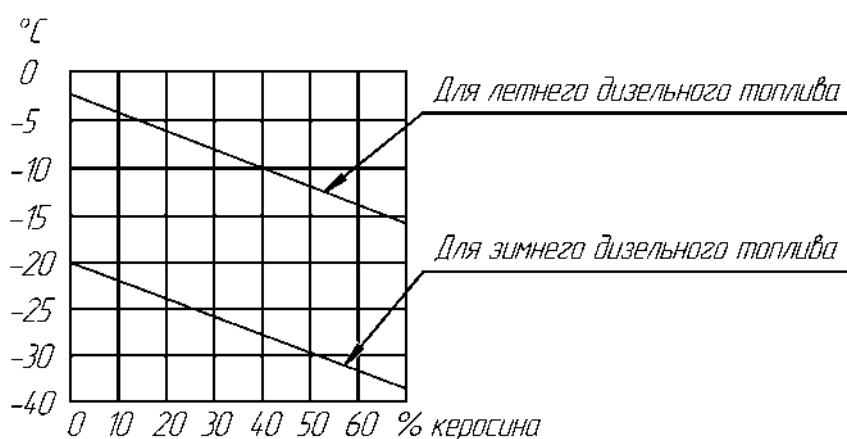

Рис. 10- Содержание керосина в смеси с дизельным топливом в зависимости от температуры окружающего воздуха
10.4 Надежная работа отопителя зависит от марки применяемого топлива. Марка топлива выбирается в соответствии с ГОСТ 305-82 в зависимости от температуры окружающей среды (см. таблицу 10.1). Допускается применять и смеси в соответствии с рис. 10.